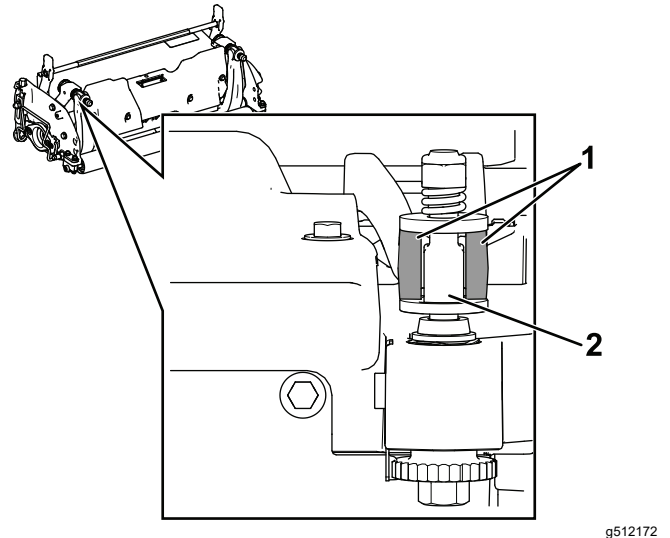

Рисунок 26
1. Встановіть вузол опорної планки з протиножем, розташувавши монтажні вушка між шайбами та регулювальним гвинтом опорної планки (Рисунок 26).
Важливо: Розмістіть регулювальні механізми DPA по центру у вушках опорної планки, як показано на Рисунок 26.